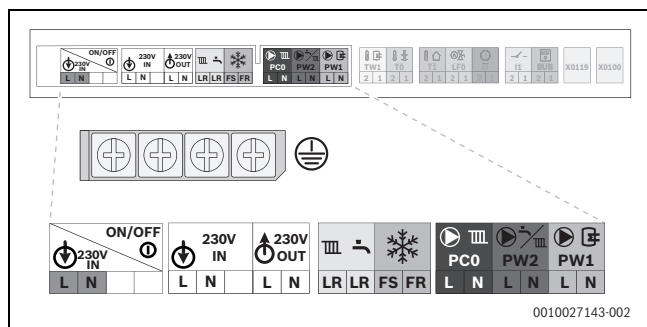

Bild 98 Netzspannungsbereich: Klemmleiste
- Kabel an der Klemmleiste für externes Zubehör (→ Bild 98 und Bild 99) anschließen.